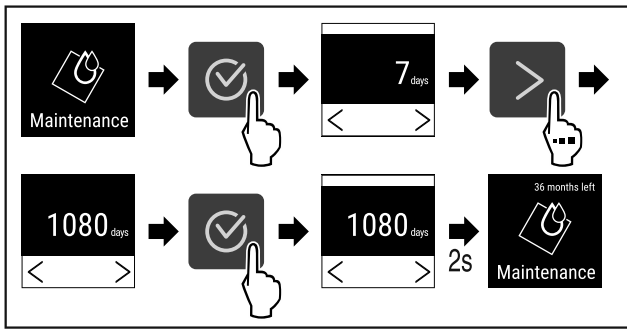

Fig. 99
- ▶ Провести етапи операцій (див. Fig. 99) .